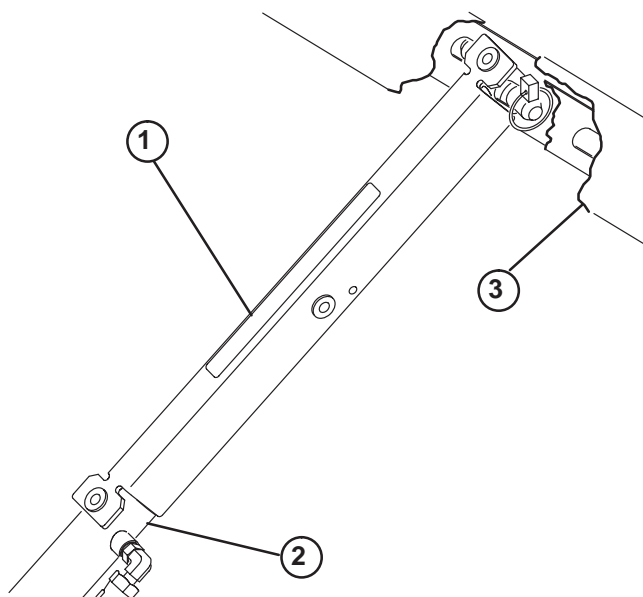

Figure 37
3. Poussez la béquille de sécurité sur la tige du vérin et vérifiez que les languettes d'extrémités sont en appui au bout du corps du vérin et au bout de la tige du vérin (Fig. 37).